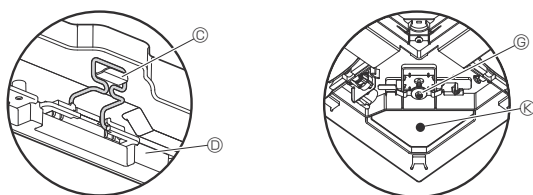

Fig. 9-7
- Αφού σφίξετε τη βίδα, επιβεβαιώστε ότι τα δύο άγκιστρα της γρίλιας (Fig. 9-7) έχουν μανδάλώσει στα άγκιστρα της κύριας μονάδας.